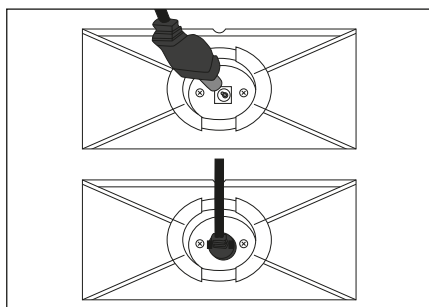

Fig. 5
- 2) Encaixe a ficha fêmea 11 da fonte de alimentação 10 na ligação situada na parte inferior do suporte do aparelho 17. Passe o cabo da fonte de alimentação 10 pela ranhura na parte traseira da estação de carregamento 15 (ver fig. 5).